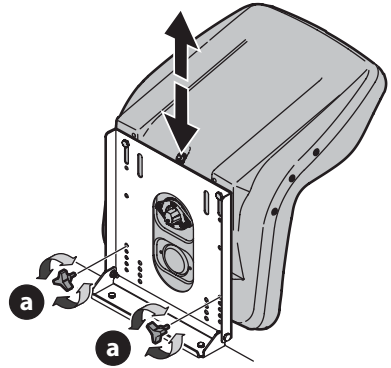

Fig. 16
- Retirez les boutons (a) (Fig. 16).
- Remplacez les boutons dans l'un des quatre trous et serrez solidement (Fig. 16).